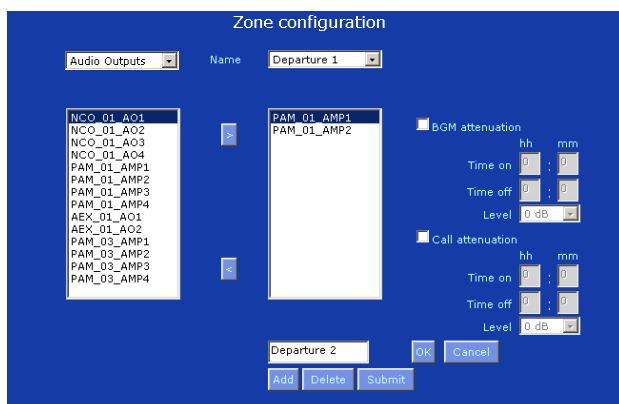

figura 34.5: Nuova zona, passaggio 3
- 3 Inserire un nome per la nuova zona nella casella di testo in fondo alla pagina. Ad esempio, *Departure 2* (vedere figura 34.5).